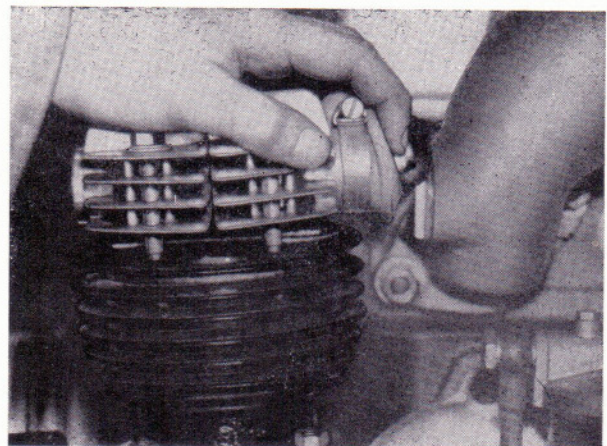

Bild 37
- Kolbenverdichter ankippen, dabei darauf achten, daß die Dichtungsmanschette zwischen Kolbenverdichter und Ansaugkrümmer nicht beschädigt wird (Bild 37).